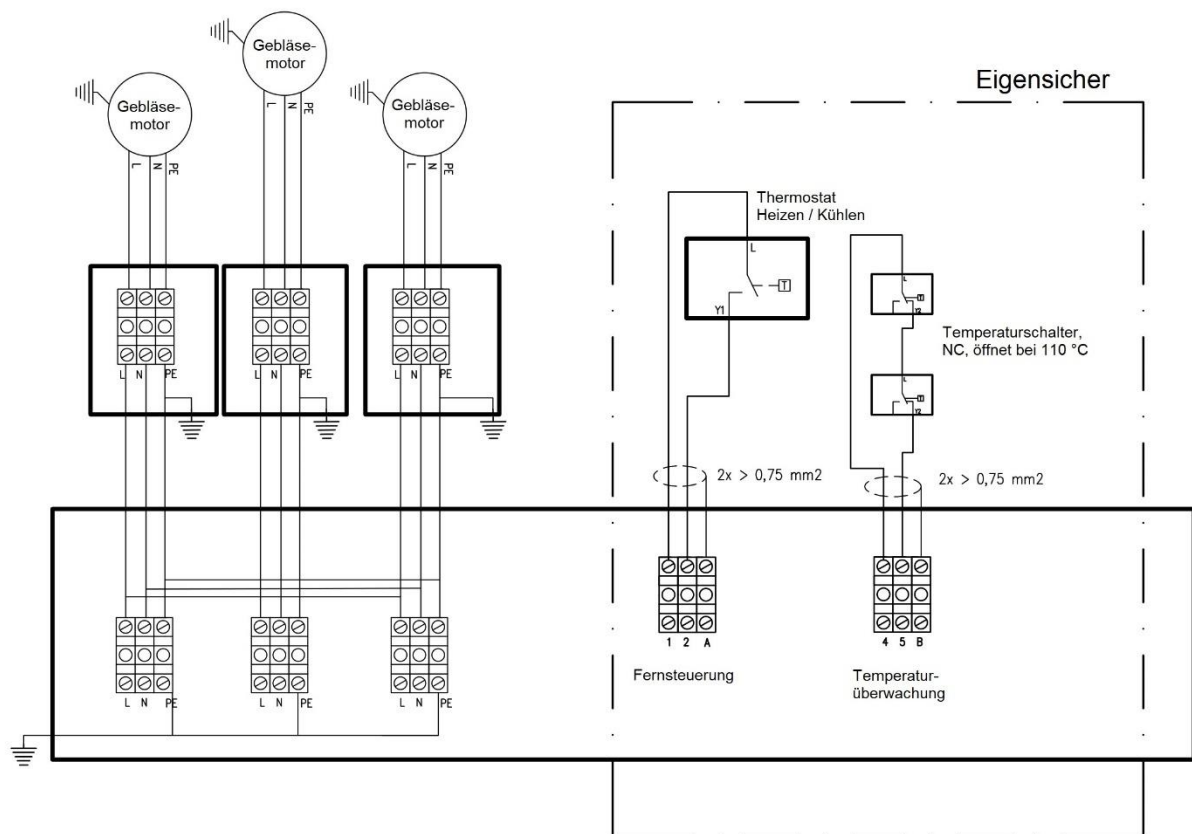

Abbildung 4. Elektrischer Schaltplan 230 V--Gerät
- Für den Anschluss der Stromkabel an den/die Gebläsemotor(en) und der eigensicheren Stromkreise an den Thermostat und die Temperaturkontrollschalter siehe den Anschlussplan. Ein Beispiel ist in Abbildung 4 dargestellt.